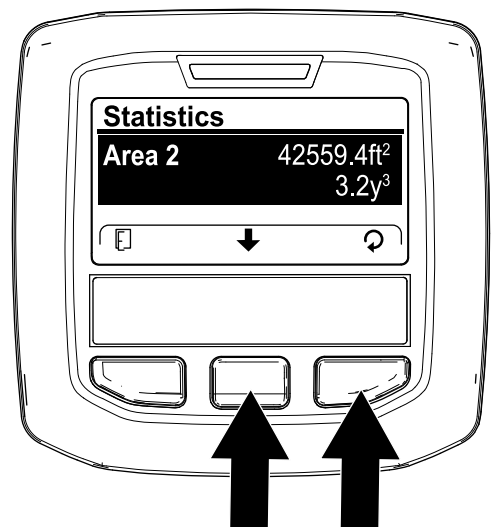

Figura 109
3. En la pantalla STATISTICS (Estadísticas), pulse el botón central del InfoCenter hasta que se seleccione la opción AREA 2 (Área 2) (Figura 109).